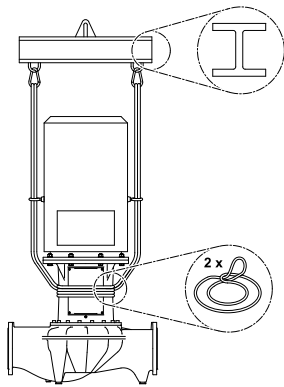

Fig.33 : Positionnement des élingues de charge
- Pour la soulever à l'aide de la grue, la pompe doit être entourée de courroies appropriées comme illustré à la (fig. 33). Placer la pompe dans des boucles se resserrant sous l'effet du poids propre de la pompe.